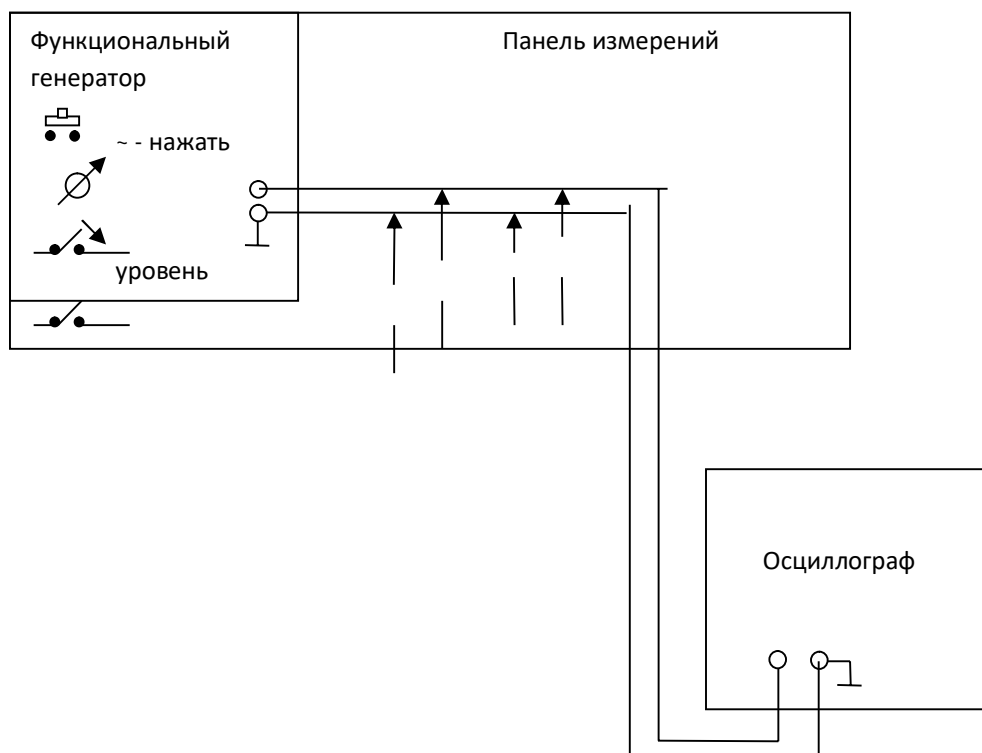

Рис. 4. Схема измерения.
3.3. Собрать схему измерений (Рис.4).